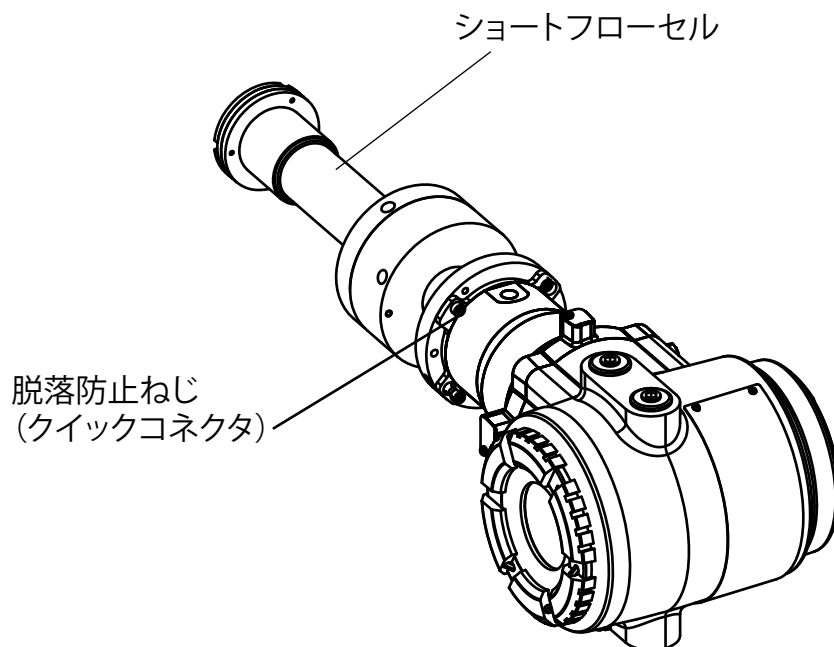

図6.10 アナライザのショートフローセルへの取り付け
- (14) アナライザをショートフローセルへ取り付けます。(図 6.10 参照)。